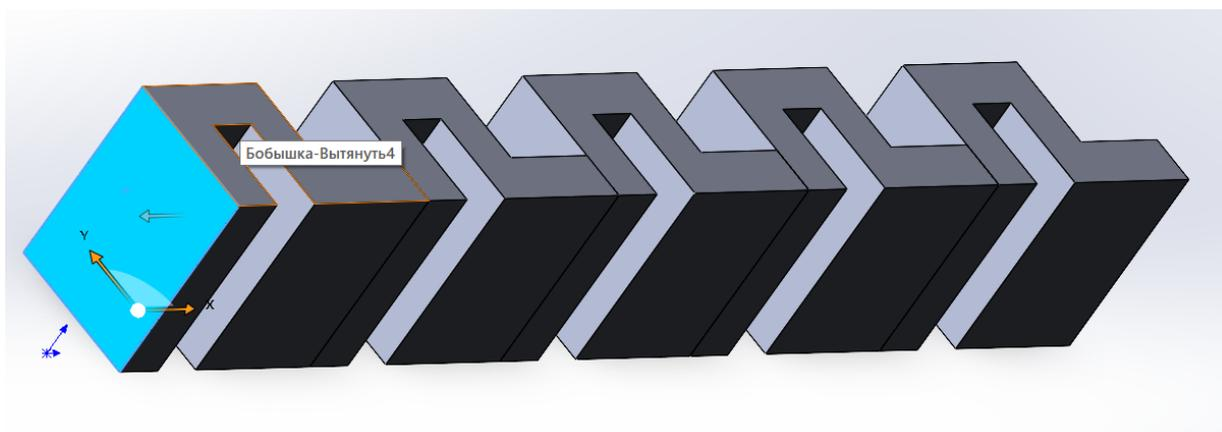

Рисунок 23 – Выбранная грань упругого подвеса
5. Достроить слева часть звена. Для этого необходимо выбрать грань упругого подвеса (рисунок 23).